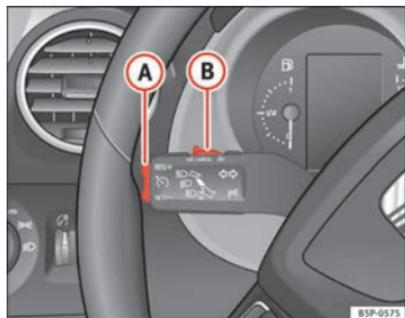

Fig. 150 Levier des clignotants et de l'inverseur-codes : commutateur et touche basculante pour régulateur de vitesse
- Déplacez la commande ⇒ fig. 150 (B) vers la gauche pour la régler sur **ON**.